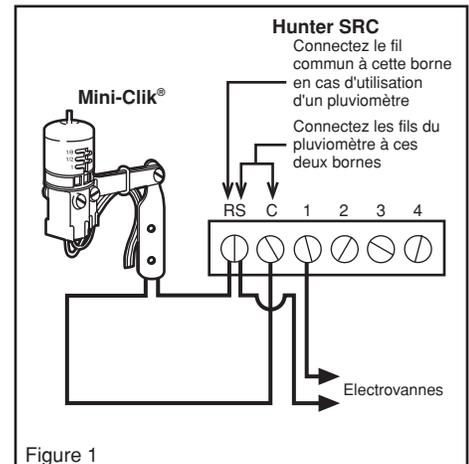

Figure 1
- Connectez un fil à la borne RS et l'autre à la borne C (voir Figure 1).